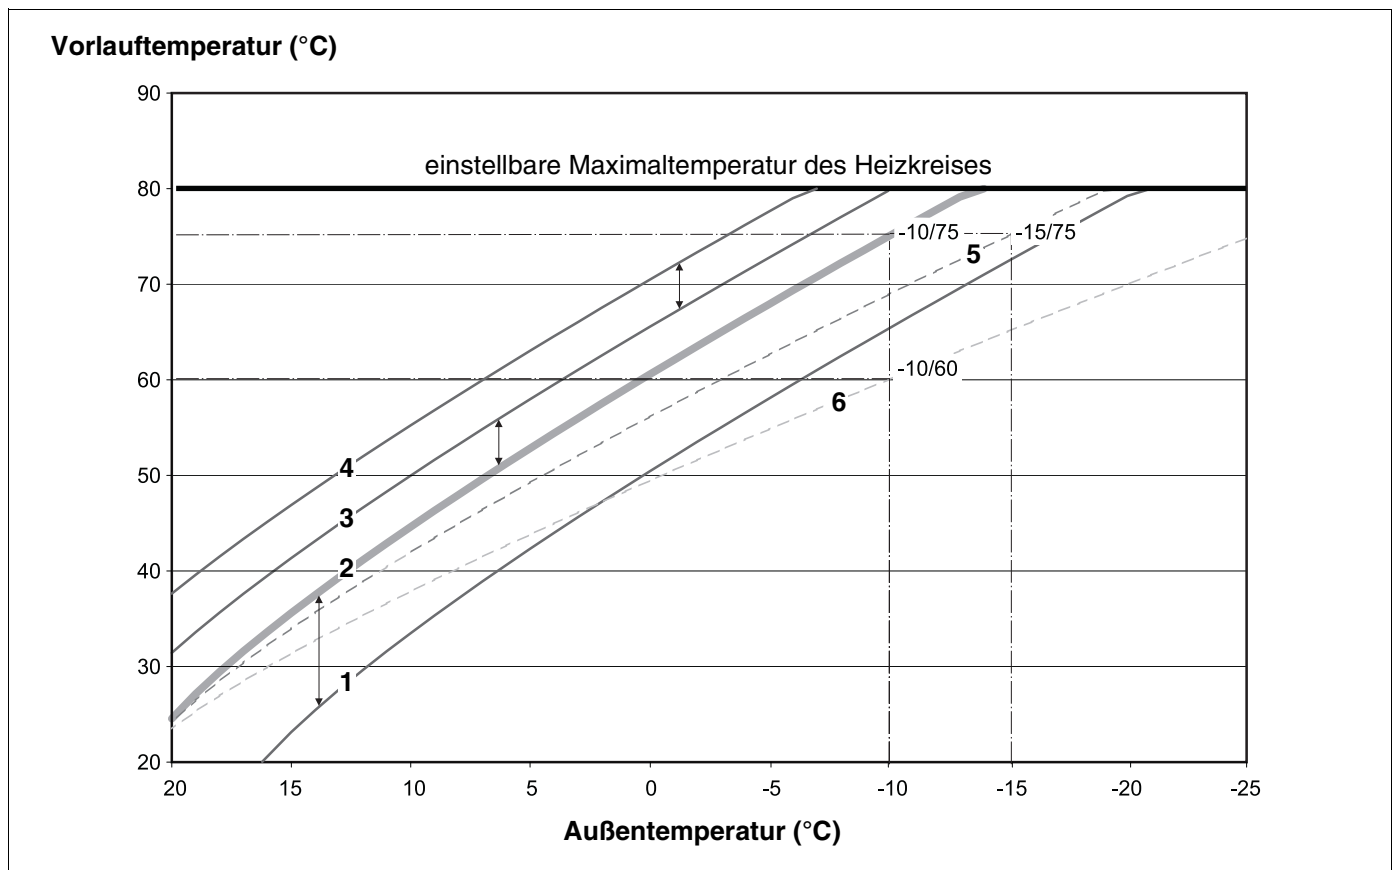

Abb. 24 Heizkennlinie für ein Heizsystem „Heizkörper“
Die Abbildung 24 zeigt, wie die Heizkennlinie (1) für den Auslegungspunkt $-10\text{ °C}/75\text{ °C}$ durch verschiedene Raumsolltemperaturen parallel verschoben wird (2, 3 und 4). Die Heizkennlinien (5 und 6) zeigen die geänderte Neigung für andere Auslegungspunkte.